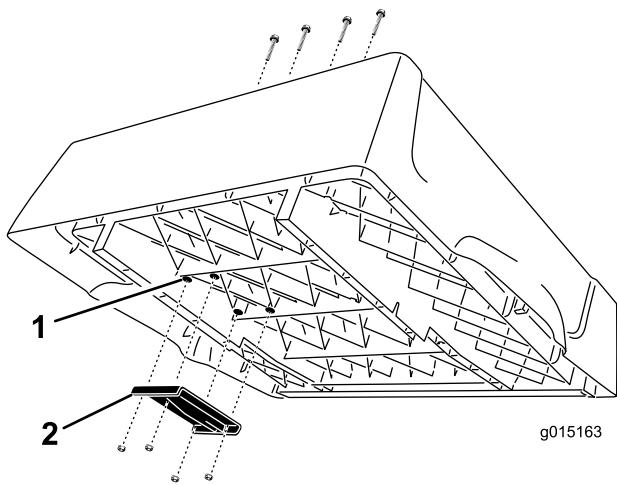

Figura 3
1. Localice los 4 salientes en el lado derecho de la cara inferior de la plataforma (Figura 3). Usando una broca de 3/8 pulgada, perfore cuidadosamente a través de los salientes para abrir cuatro taladros pasantes en el suelo de la plataforma.
2. Monte el soporte de elevación superior en la cara inferior de la plataforma con 4 tornillos Phillips de cabeza redonda, (3/8 x 2-1/2 pulgadas) y contratuercas con arandela prensada ('Whizlock') (3/8 pulgada). Coloque el soporte según se muestra en Figura 3.